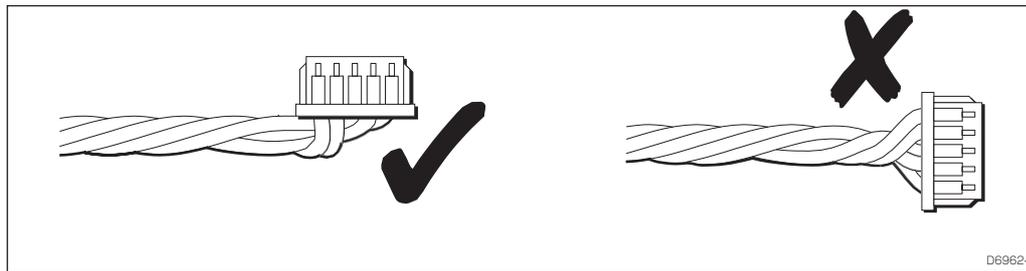

図4：ケーブル/コネクタの配置
- i. トランスデューサーアームケーブルアセンブリの上部コネクタを図4のように配置します。